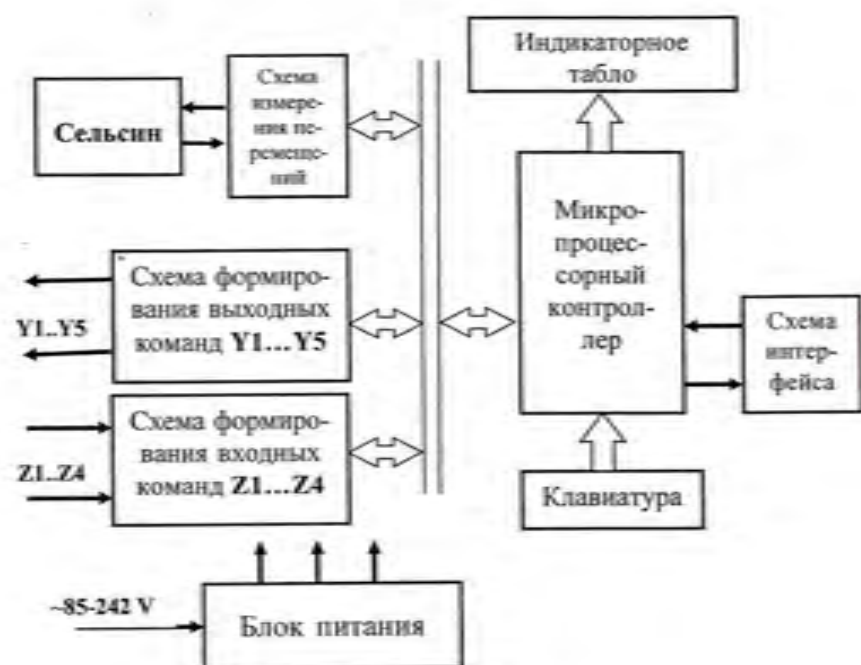

Рис.3.4
3.6. Аппаратно-функциональная архитектура УЦИ представлена на рис.3.4.